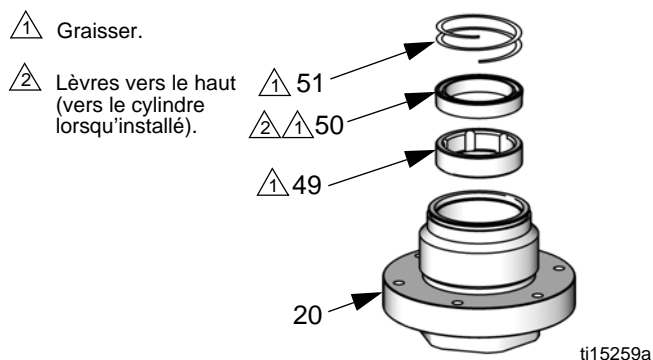

Fig. 11. Joint en coupelle du presse-étoupe
Utiliser une pointe pour joint torique ou une pince pour retirer le clip de ressort (51), le joint en coupelle (50) et le coussinet (49). FIG. 11, page 15.
14. Retirer et jeter le joint torique supérieur de l'écrou du presse-étoupe (2) et le joint torique inférieur (21).
15. Introduire l'écrou hexagonal de la tige de piston (31) dans un étau. Utiliser une clé à six pans de 12,7 mm (1/2 po.) pour retirer l'écrou d'écoulement (44) du bas de piston (45).
16. Retirer le joint torique (32) et le siège (46). Retirer de l'étau et sortir la bille de clapet (47).